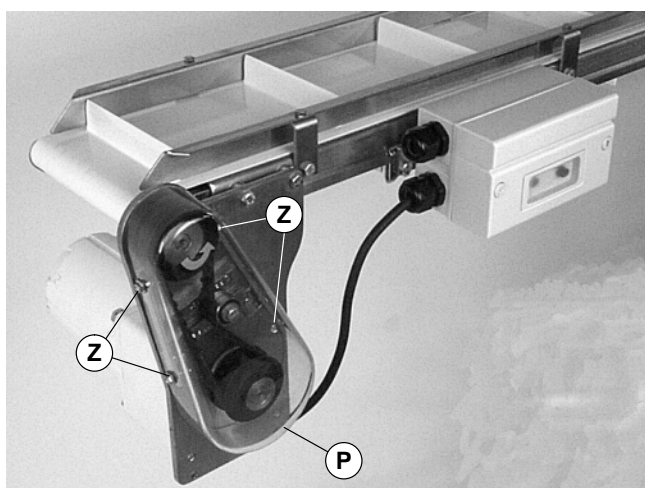

Abbildung 13
1. Vier (4) Schrauben lösen (Z siehe Abbildung 13) und Abdeckung entfernen (P).
**HINWEIS:** Die Schrauben nicht zu fest anziehen (Z siehe Abbildung 13).
6. Die Abdeckhaube (P siehe Abbildung 13), und vier (4) Schrauben (Z) mit 4 Nm festziehen.